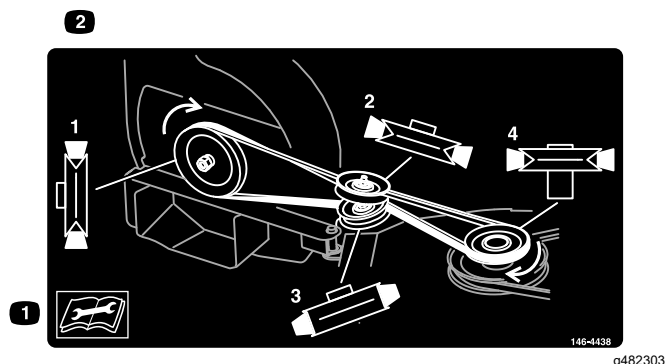

図 29
8. 図 29 のように、ベルトをブロアとアイドラプーリに取り付ける。ベルトをブロアのプーリの V 溝に